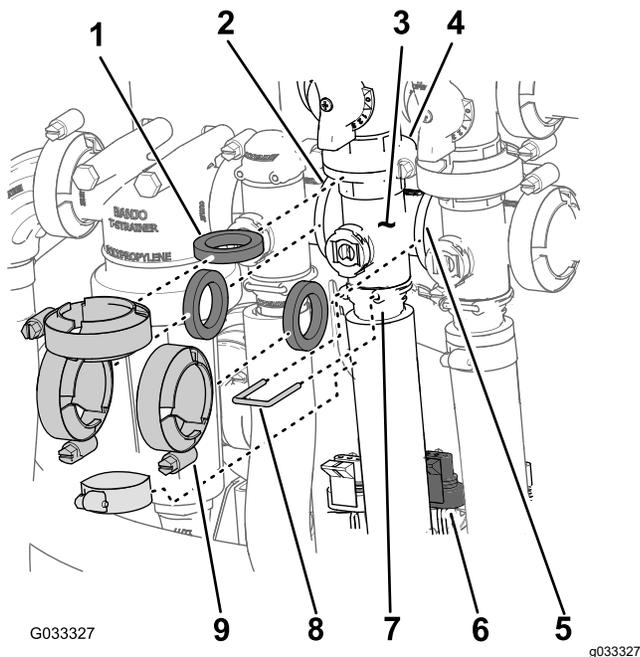

図 70
1. 攪拌バルブ用のマニホールド 図 70 を攪拌バイパスバルブ、散布量制御バルブ、マスターブームバルブおよびアダプタフィッティングに固定しているクランプとガスケットを外す。
2. 攪拌バルブ用のマニホールドに出口フィッティングを固定しているリテーナを外す 図 70。